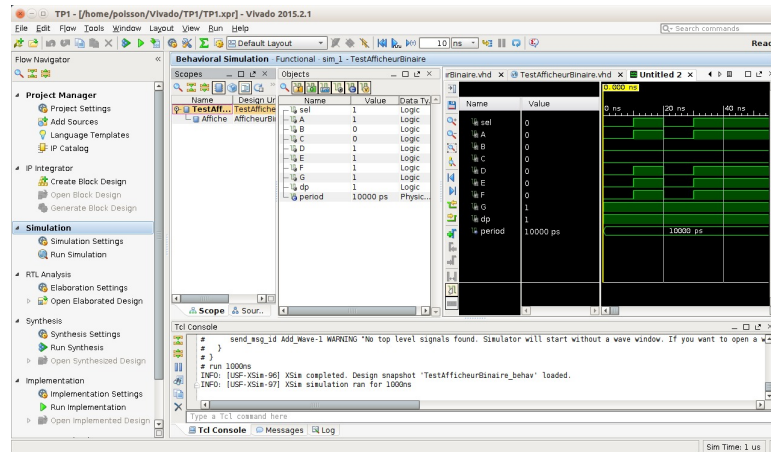

Figure 12: Copie écran - Simulation fonctionnelle
3. Si la syntaxe est correcte, lancer le simulateur (Run simulation) dans le "flow navigator". S'affiche alors le chronogramme associé à votre testbench (Figure 12). Pour zoomer, utiliser le clic droit, sélectionner "Full View" puis zoomer avec in/out pour obtenir un affichage aisé à lire.